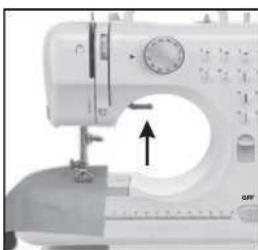

Abb.7
2. Heben Sie den Nähfußheber an und legen Sie den Stoff, den Sie nähen möchten, unter den Nähfuß (Abb. 7).